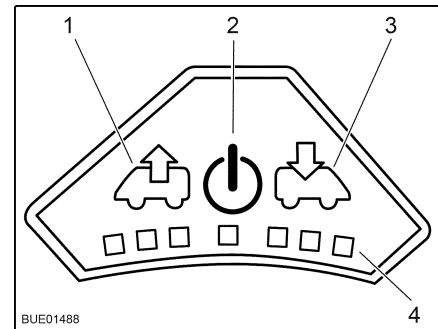

Fig. 36 Quadro comandi del ventilatore
- Accensione:** ■ Premere il tasto On/Off (Fig. 36,2). Il ventilatore funziona in modalità comfort (sfiato al numero di giri minimi del ventilatore).
- Sfiato:** ■ Per aumentare il numero di giri del ventilatore: Premere il tasto Sfiato (Fig. 36,1). Il numero di giri del ventilatore aumenta di uno stadio in direzione sfiato. I LED (Fig. 36,4) indicano gli stadi di commutazione.
■ Per ridurre il numero di giri del ventilatore: Premere il tasto Aerazione (Fig. 36,3). Il numero di giri del ventilatore si riduce di uno stadio.
- Aerazione:** ■ Per aumentare il numero di giri del ventilatore: Premere il tasto Aerazione (Fig. 36,3). Il numero di giri del ventilatore aumenta di uno stadio in direzione aerazione. I LED (Fig. 36,4) indicano gli stadi di commutazione.
- Per ridurre il numero di giri del ventilatore: Premere il tasto Sfiato (Fig. 36,1). Il numero di giri del ventilatore si riduce di uno stadio.
- Premere il tasto On/Off (Fig. 36,2). Il ventilatore si ferma, i LED si spengono.